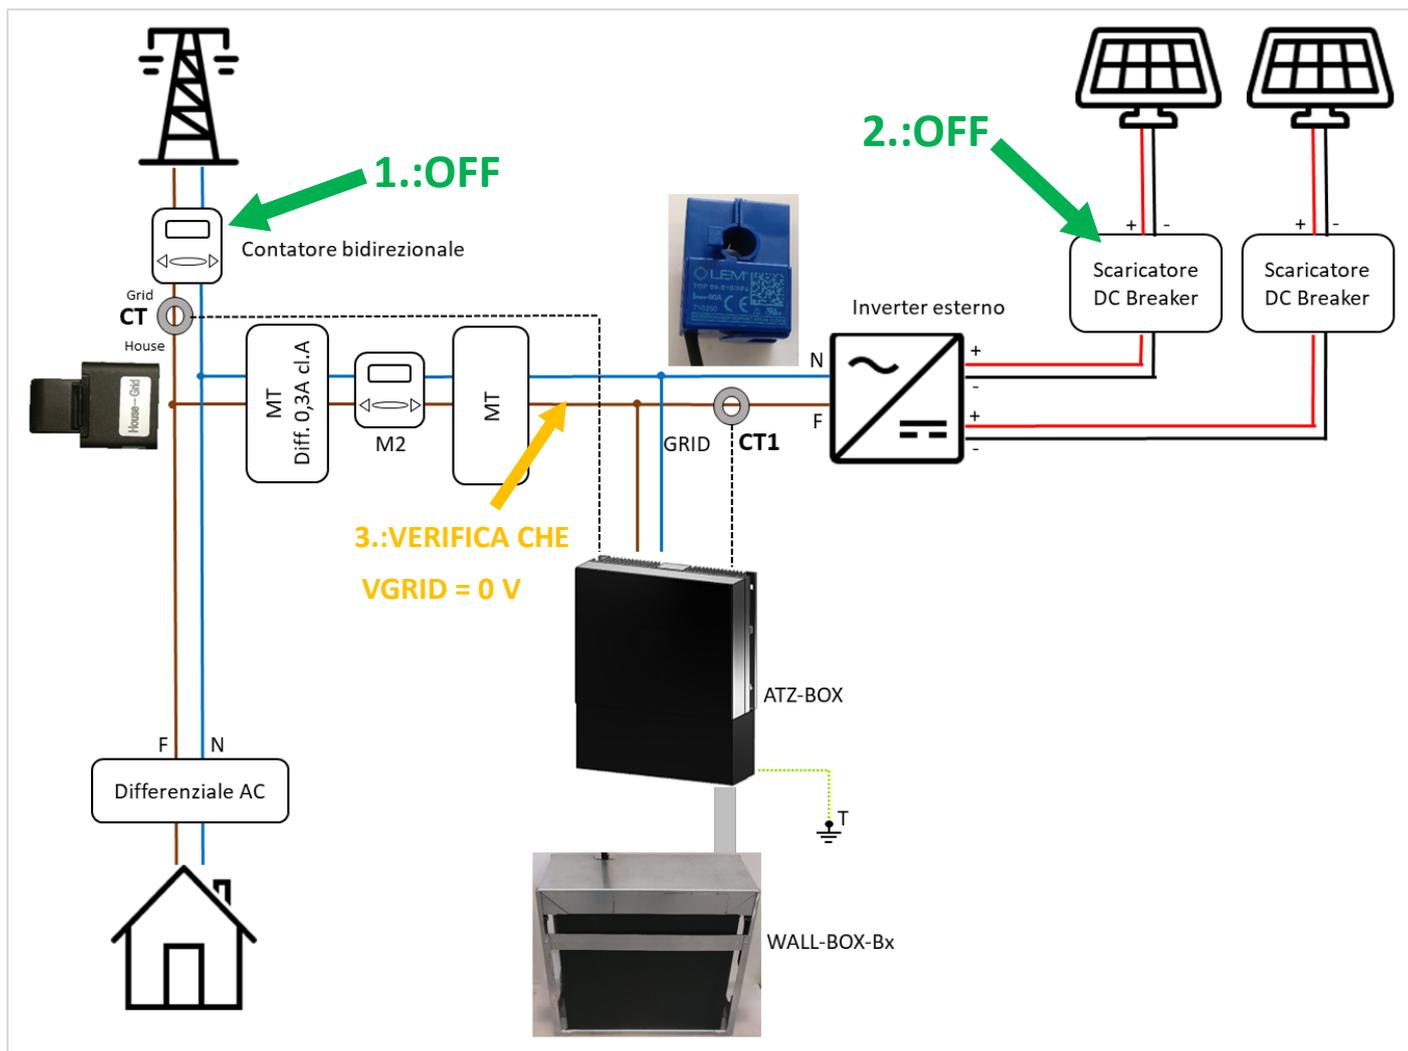
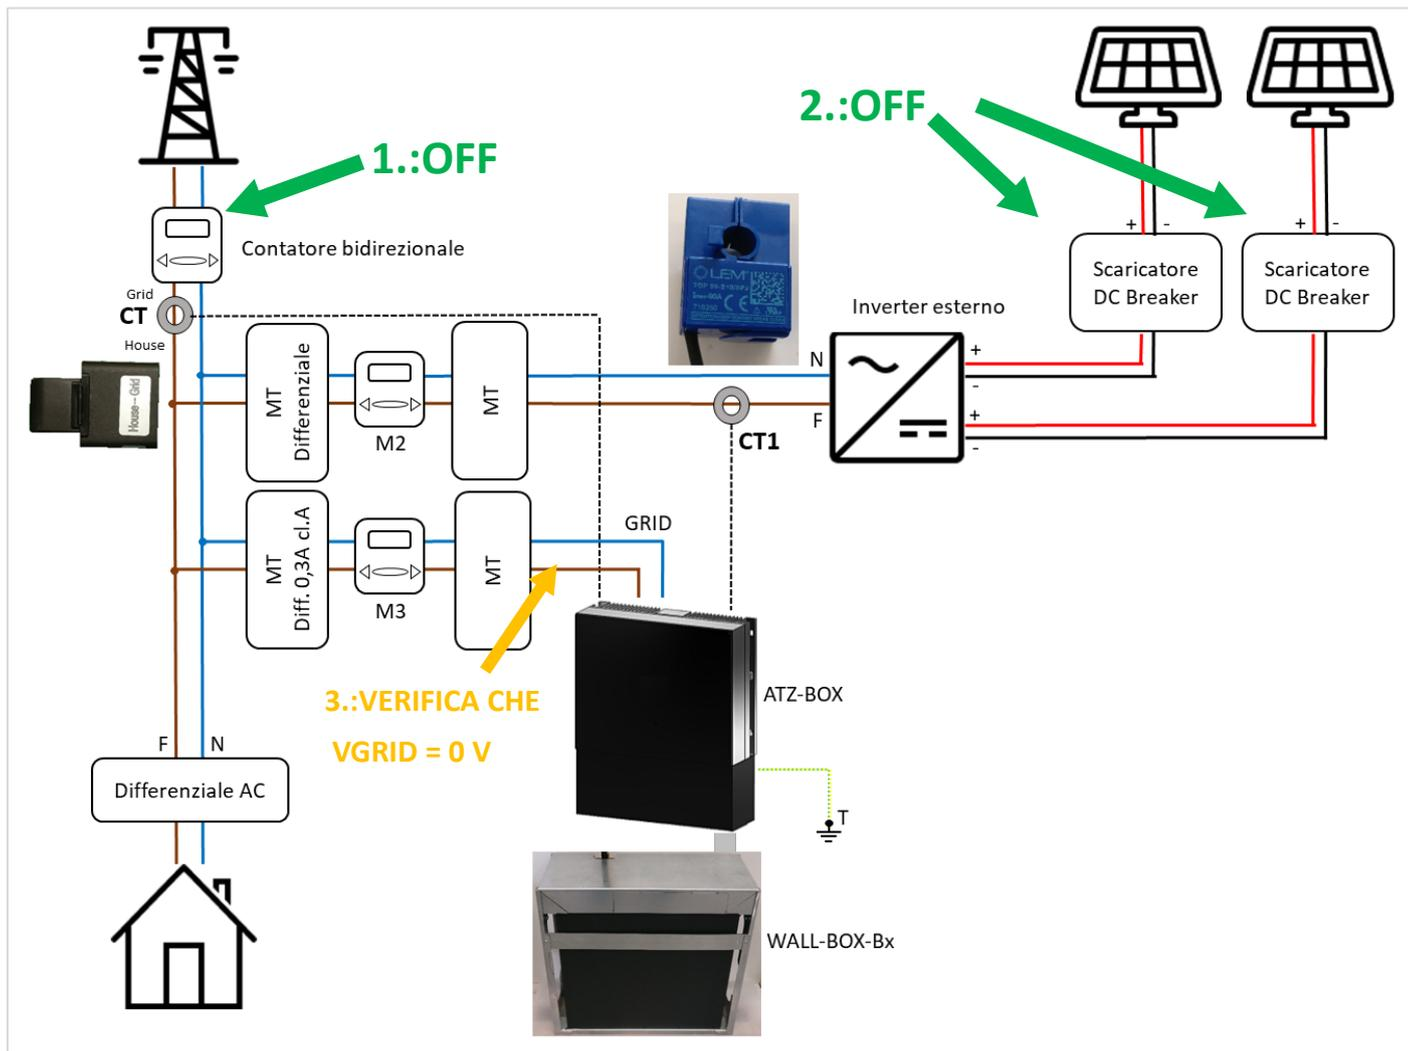

Figura 49 - Collegamento linea GRID in caso di installazione a valle del contatore M2
Figura 50 - Collegamento linea GRID in caso di installazione a monte del contatore M2, in presenza di contatore M3
Sia in caso di installazione con sistema di accumulo a valle del contatore M2 come in Figura 49, sia in caso di installazione del sistema di accumulo a monte del contatore M2 con presenza di del contatore M3 come in Figura 50, la procedura di collegamento non cambia.
3. Verificare con un tester l'effettiva mancanza di alimentazione in loco e la mancanza di tensione ai capi dei cavi GRID (Figura 49).